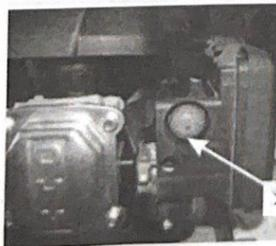

Рис. 16
-Надавите на кнопку подкачки топлива (X) (если она имеется) с усилием 3 раза (рис.16).